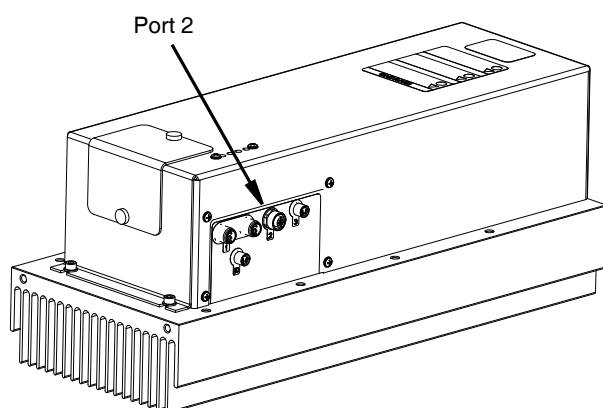

FIG. 8
3. Anslut luftlinjen märkt "Closed" från utmatningsgränssnittssatsen (port 2 på MCM) till luftledningen på Voltex dynamisk blandningsventil märkt "Closed". Se FIG. 8.